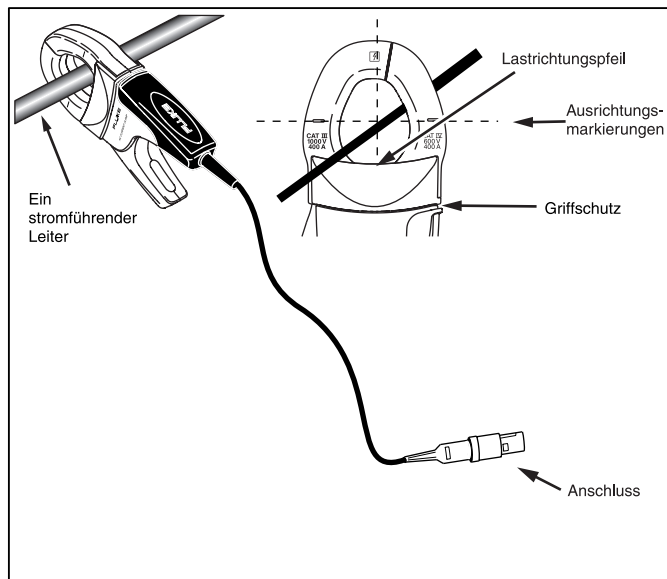

Abbildung 1. 3140R Setup
- Die Stromzange nicht vor dem Griffschutz halten, siehe Abbildung 1.
Beim Durchführen von Messungen die folgenden Richtlinien beachten, siehe Abbildung 1:
Zur Vermeidung von Stromschlag und Körperverletzungen die Finger stets hinter dem Griffschutz belassen, siehe Abbildung 1.